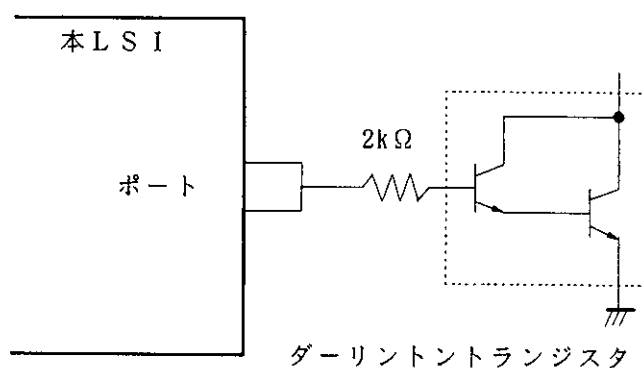
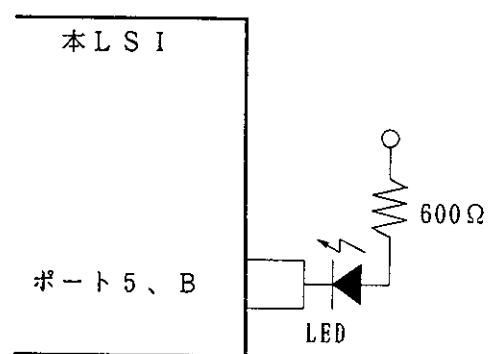

図18.1 ダーリントトランジスタ駆動回路例
図18.2 LED駆動回路例
2. ダーリントトランジスタや、LEDを直接駆動する場合には、図18.1、図18.2に示すように、出力に必ず電流制限抵抗を挿入してください。